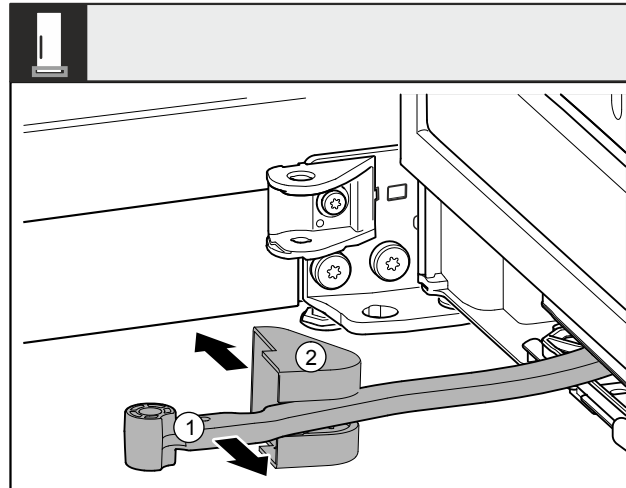

Fig. 10
- ▶ Drej leddet Fig. 10 (1) i retning mod døren.
- ▶ Fjern hængselsafdækningen Fig. 10 (2).